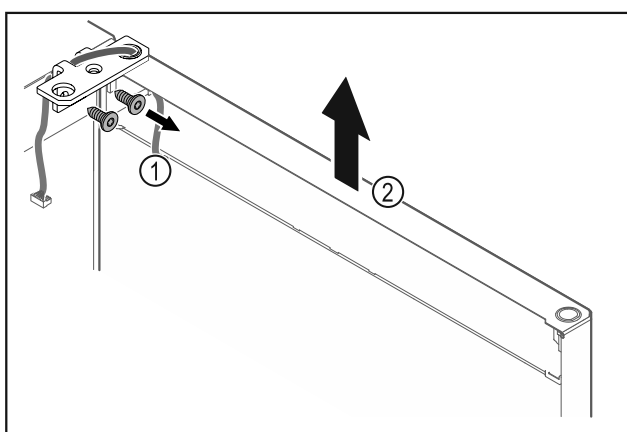

Fig. 19
- Odkręcić zawias Fig. 19 (1).
- Drzwi wraz z zawiasem należy podnieść prosto do góry o ok. Fig. 19 (2) circa 200 mm i zdjąć.